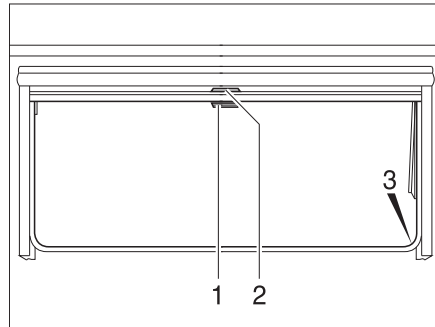

Bild 74 Överkantshängda fönster
- Drag ned mörklägningsrullgardinen med handtaget (Bild 74,2). När mörklägningsrullgardinen dras ned helt fäster man det i spärrarna (Bild 74,3) på båda sidorna på fönsterkarmen.
- När mörklägningsrullgardinen är helt neddragen: Tryck ned handtaget (Bild 74,2) och drag det något inåt. Nu kan man ta loss mörklägningsrullgardinen ur spärrarna på båda sidorna av fönsterkarmen.
- När mörklägningsrullgardinen inte är helt neddragen: Drag handtaget (Bild 74,2) lätt nedåt tills spärren släpper.
- Drag ner insektsnätet med handtaget (Bild 74,1) och fäst det i spärrarna (Bild 74,3) på båda sidorna av fönsterkarmen.
- Tryck ned handtaget (Bild 74,1) och drag det något inåt. Lossa insektsnätet ur spärrarna på båda sidorna av fönsterkarmen.